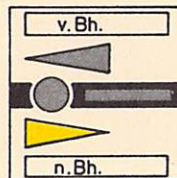

Bild 53
- (3) Bei Erlaubnisempfang wechselt die Ausleuchtung der Erlaubnis-melder (vgl. Bild 53).